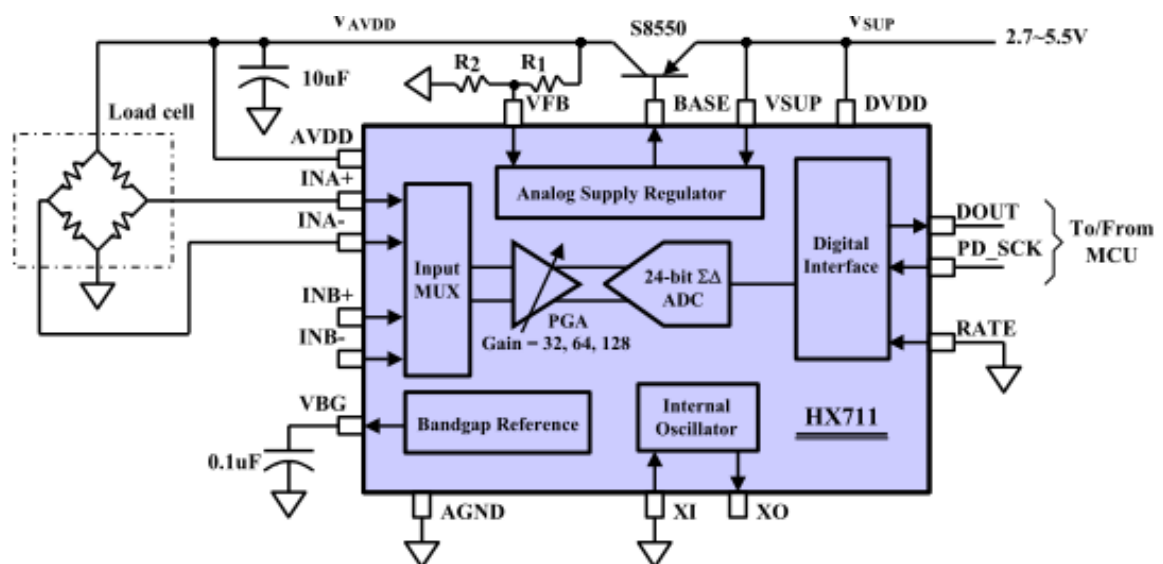

Abbildung 2: Schaltung des A/D-Umsetzers mit Brückenverstärker, Quelle: Datenblatt HX711 [Avia Semiconductor](http://Avia Semiconductor)
3. Verfassen Sie einen Sketch, mit dem Sie das aktuelle Wandlungsergebnis des A/D-Umsetzers HX711 lesen und das Ergebnis über die serielle Schnittstelle an den PC senden. Beachten Sie die Abb. 2 im Datenblatt des HX711. Ein neuer Wert darf erst dann eingelesen werden, wenn der A/D-Wandler bereit ist.